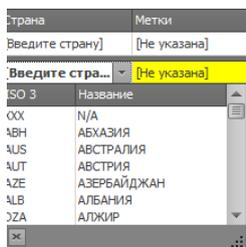

Рисунок 71
- Поле Страна - отображает страну происхождения устройства, задается при добавлении устройства или прямо в поле. Щелкните указателем мыши в поле страна, и выберите страну из выпадающего списка (Рис. 71)